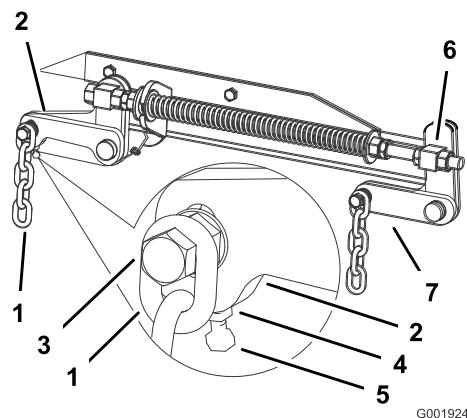

Figura 61
7. Si las medidas realizadas en las posiciones **B** o **C** no son correctas, afloje el perno que fija la cadena trasera al brazo de soporte trasero (Figura 61).
8. Afloje la contratuerca situada debajo del brazo de soporte trasero y ajuste el perno de ajuste hasta obtener una medida de 79 a 82 mm (Figura 61).
7. Afloje las contratuerzas de pivote delantero, en la parte delantera de los pivotes derecho e izquierdo, aproximadamente 13 mm (Figura 61).
8. Ajuste las tuercas de elevación en el lado izquierdo y derecho de la máquina hasta obtener una distancia de 6 a 10 mm menos en la parte delantera en **A** que en la parte trasera, en **B** (Figura 61).